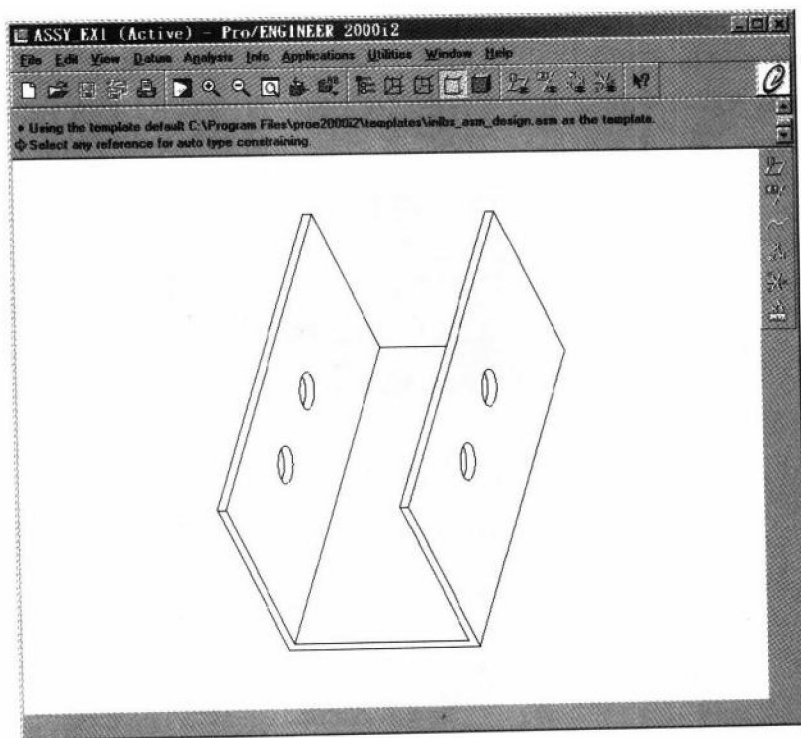

图 1.3
4. 选 Assemble 打开一个零件或装配件(通称“零件”), 零件出现在主窗口内, 如图 1.3 所示。